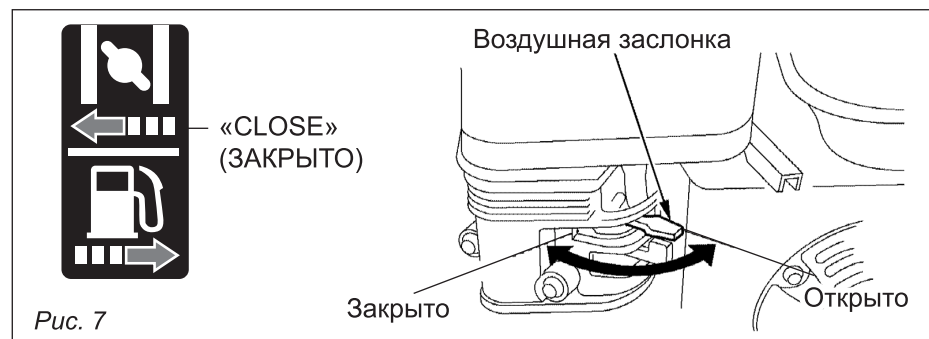

Рис. 7
- Поверните рычаг воздушной заслонки в положение «ЗАКР» (см. рис. 7).